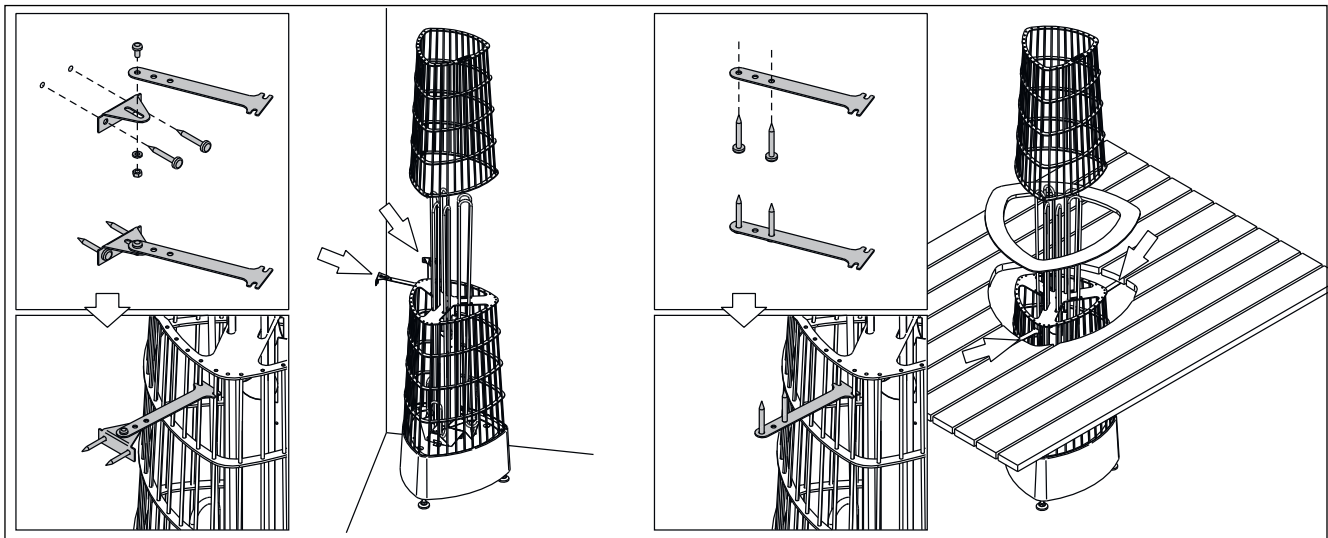

Рисунок 10. Установка нагревателя с помощью крепежных наборов
3. Чтобы прикрепить нагреватель к каркасу сауны, используйте крепежные наборы (2 шт.). На рис. 10 приведены примеры использования крепежных наборов. **Внимание! Крепление нагревателя с верхней части стального каркаса может затруднить складывание камней и техническое обслуживание.**